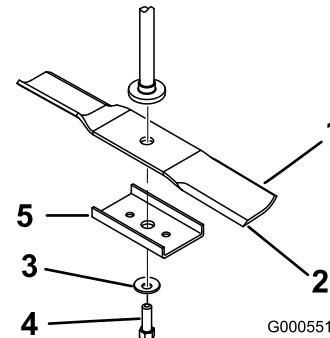

Figure 45
Tenez la lame à son extrémité avec un chiffon ou un gant épais. Enlevez de l'axe, le boulon, la rondelle bombée, le renfort et la lame (Figure 45).
1. Placez la lame sur l'axe (Figure 45).
2. Montez le renfort, la rondelle bombée (face concave vers la lame) et le boulon de lame (Figure 45).